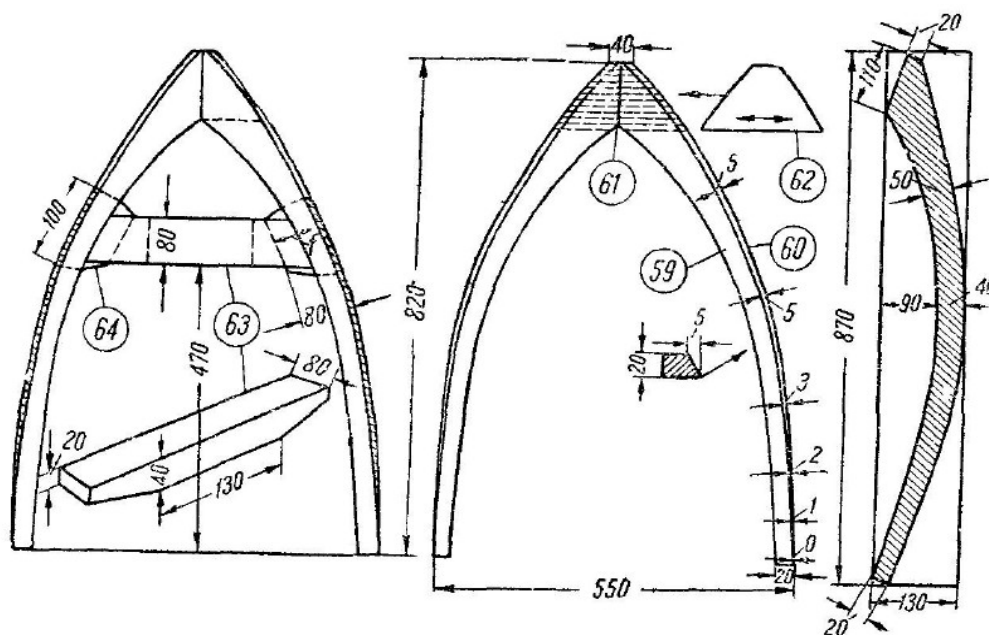

Fig. 21
Agora vamos ver os desenhos dos dois lados juntos. As peças de madeira em forma de lira (59), serão cortadas com uma serra a partir de uma prancha de 20mm de madeira dura, seguindo o desenho apresentado na Fig. 21. Devido à sua posição, será necessário chanfrar seu lado exterior (60), a fim de diminuir a face superior de acordo com os valores indicados progressivamente, 0, 1, 2, 3, 5, 5. Esses pedaços de madeira serão separados a uma distância de 550mm. As faces 61, serão unidos por baixo, por um triângulo de madeira 62, que será colado aos mesmos; e, também à prancha de madeira dura (63) de 40mm, recuada para baixo nas extremidades em 20mm. bem ajustada por baixo pelos reforços (64), que são de 6mm de espessura. Tudo isto é feito simplesmente por meio de colagem. Esta prancha, mais tarde reforçada por metalurgia, apoiará o motor.